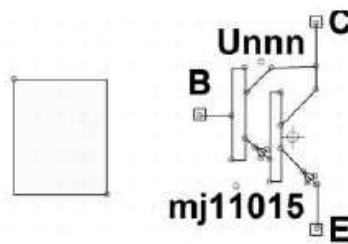

Figure 12.6
3. À l'aide de l'icône Move , prendre les attributs du symbole automatique et les placer les sur votre dessin de Darlington. Puis en cliquant droit sur chaque borne de raccordement, renommer les bornes et éventuellement, replacer les étiquettes par rapport aux bornes, figure 12.6.